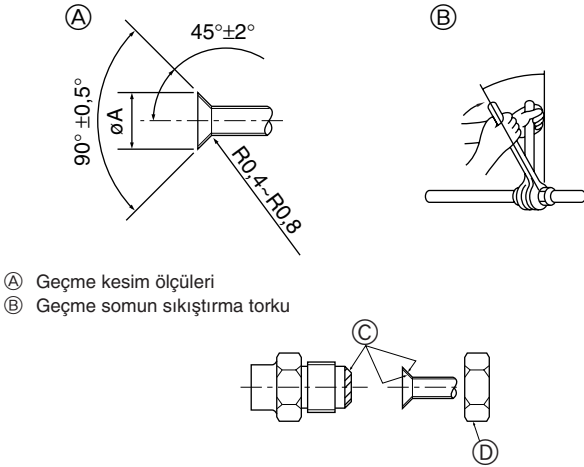

Fig. 4-2
(B) (Fig. 4-2)
4.2. Boruların bağlanması (Fig. 4-2)